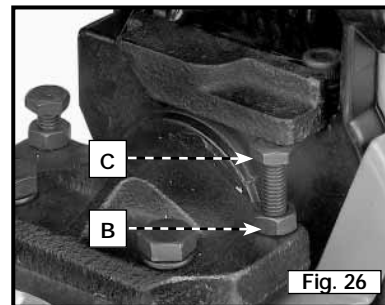

Fig. 26
3. Para ajustar, afloje el mango de fijación de bisel (B), Fig. 26. Afloje la tuerca de fijación (B) y gire el tornillo de ajuste (C) con las llaves suministradas, hasta que la hoja esté a 90 grados respecto a la mesa. Apriete la tuerca de fijación (B) y el mango de fijación de bisel (B).